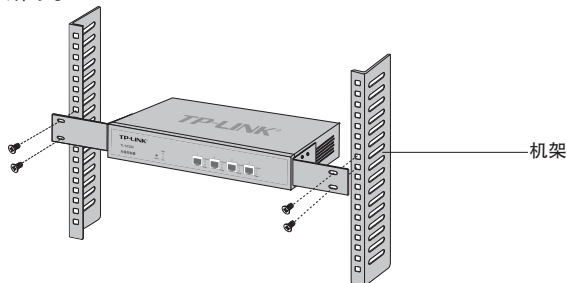

图2-3 机架安装示意图
- 4. 用螺钉将L型支架固定在机架两端固定的导槽上，确保无线控制器稳定、水平地安装在机架上，如图2-3所示。